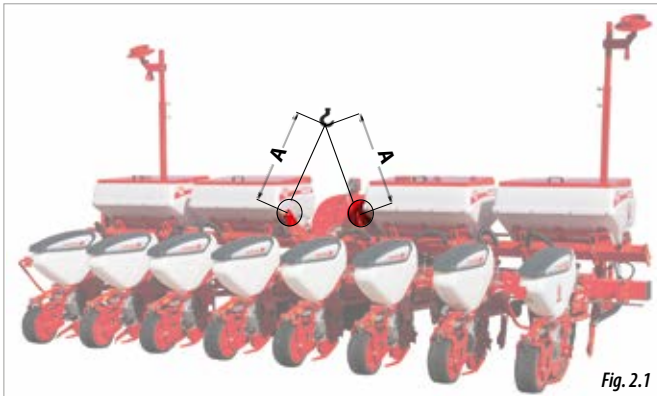

Fig. 2.1
- Versiunile de utilaje **FIX, VARIANT MANUAL, TELESCOPIC, VARIANT și VARIANT IDRA**, ÎNCĂRCAREA ȘI DEȘCĂRCAREA va trebui făcută prin intermediul a 2 puncte (Fig. 2.1).
**ATENȚIE:** RESPECTAȚI DISTANȚELE: **A** (2 METRI) PENTRU A EVITA DETERIORAREA UTILAJULUI ÎN TIMPUL PROCESULUI DE RIDICARE (FIG. 2.1).